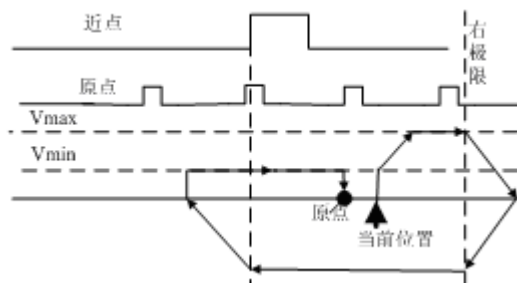

图 137 反转模式 1
- 反转模式 1：若电机先检测到限位开关，则电机停止后反向运行继续检测原点，直至检测到为止。示意图如图 137 所示。